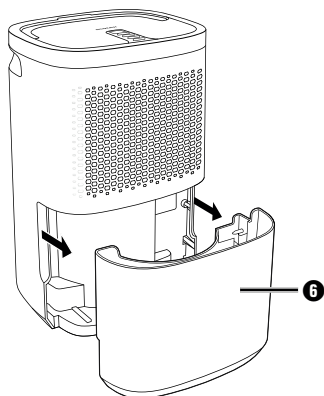

Fig. 1
- ◆ Sortez le réservoir d'eau **6** avec précaution par les poignées encadrées sur les côtés de l'appareil (voir figure 1).